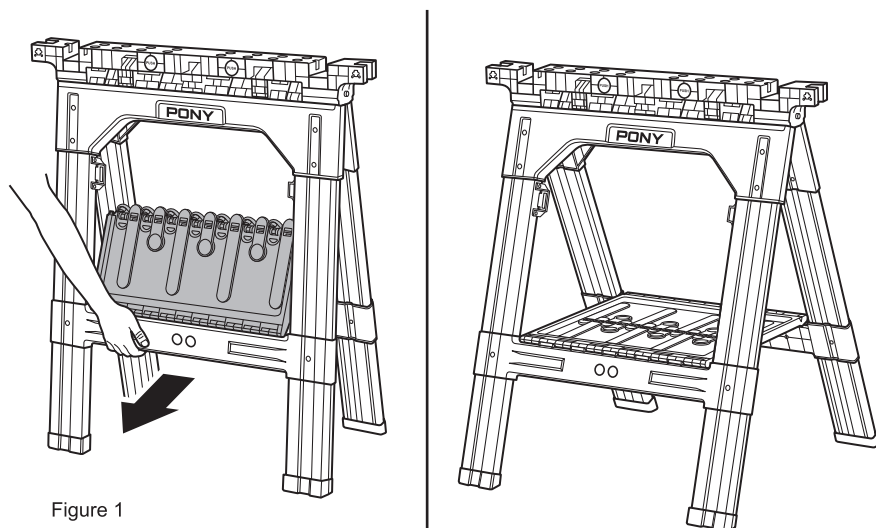

Figure 1
2. Ouvrez complètement les pieds jusqu'à ce que le plateau à outils soit à plat. Les pieds du Tréteau et le plateau à outils doivent former une forme de « A ». (Figure 1)